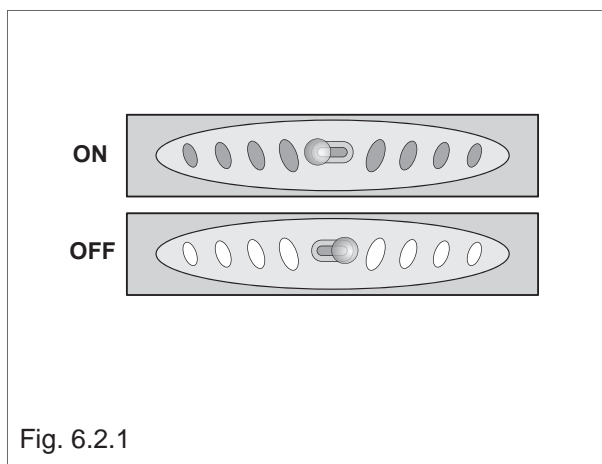

Fig. 6.2.1
- Ouvrir le registre de l'air comburant au maximum.(Fig.6.2.1 - ON= ouvert). La mise en marche du poêle, quand le foyer est froid, peut être effectuée avec la porte entrouverte afin de faciliter l'évaporation de l'eau de la condensation qui se forme sur la vitre. Pendant la combustion la porte
La COMBUSTION PRIMAIRE se produit en introduisant à travers les fentes de la grille foyère, l'air que l'on règle à l'aide du bouton extérieur situé sur la partie avant du tiroir à cendres (Fig. 6.2.1) :
La COMBUSTIÓN PRIMARIA se realiza inyectando en el brasero, a través de las ranuras, el aire que se regula mediante el pomo exterior ubicado en el frente del cajón de la ceniza (Fig. 6.2.1).